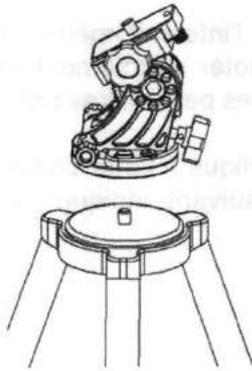

Fig. 4
3. Vissez la tête équatoriale au sommet du trépied (Fig. 4).